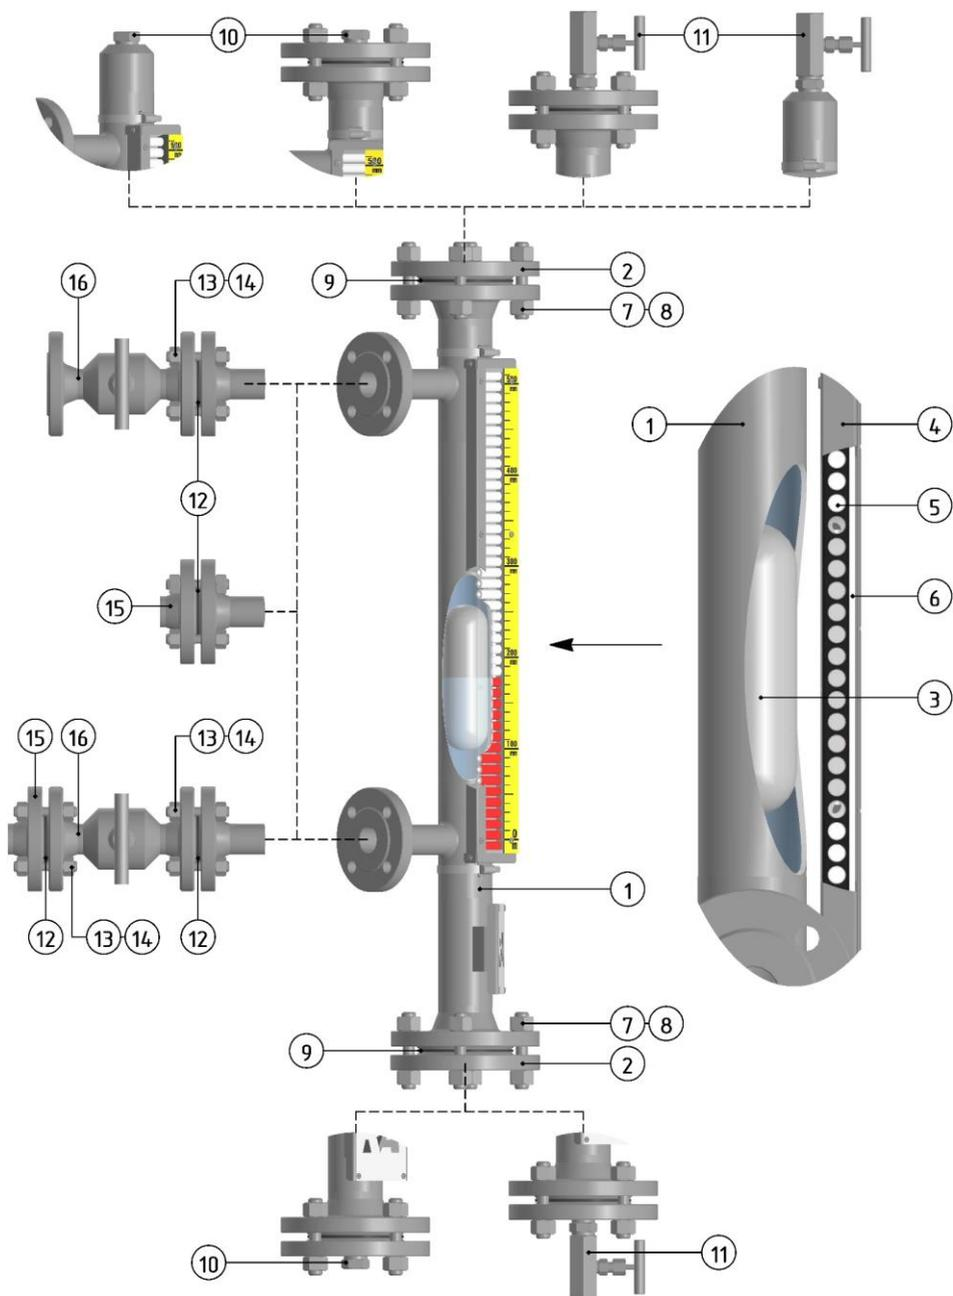

Рисунок 7.4 – Устройство указателя уровня модельных групп ILL-BM-BX16 / -BX40
Указатель уровня (см. рисунок 7.4) представляет собой камеру ①, внутри которой размещен поплавок ③, а снаружи установлена роликовая шкала ⑤.